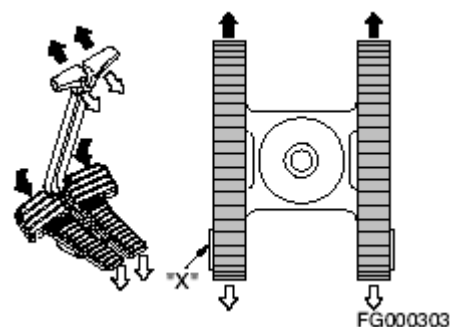

Рисунок 27
1. Для движения по прямой (рисунок 27) нажмите на оба рычага/педали управления ходом вперед или назад. Чем сильнее будут смещены рычаги/педали, тем быстрее будет скорость хода.